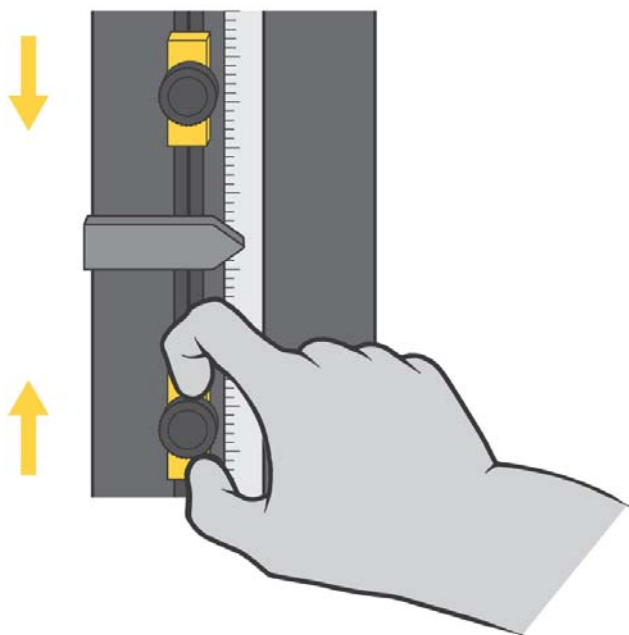

Figure 31. Réglage des butées de fin de course
Les butées de fin de course de traverse sont constituées par deux blocs réglables montés sur la tringle des contacteurs de fin de course située dans la colonne de la machine, comme illustré en Figure 31 à la page 132. Les butées de fin de course (1 et 2) possèdent des vis moletées qui peuvent être serrées et desserrées à la main de manière à les fixer dans une position quelconque sur la tringle des fins de course. Positionnez ces butées légèrement au-delà des paramètres d'essai pour éviter tout dépassement de course de la traverse. Lorsque la traverse atteint sa course maximale prédéfinie, la came de commande du contacteur fin de course (3) entre en contact avec la butée correspondante. Ce contact entre la came et la butée déplace la tringle des fins de course et actionne les contacteurs de fin de course. Ceci arrête de déplacement de la traverse.